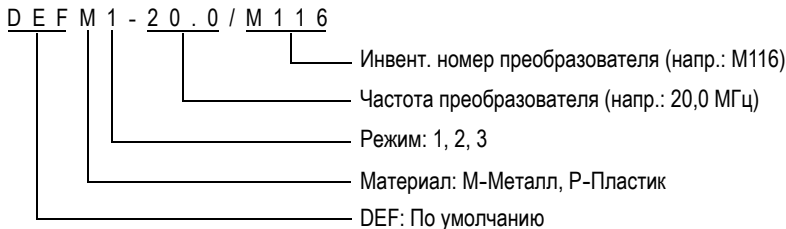

Рис. 5-3 Выбор настройки для одноэлементного преобразователя
- c) В окне **ПО УМОЛЧ.** для используемого типа преобразователя (см. Рис. 5-3 на стр. 71) в списке доступных настроек по умолчанию выберите настройку для используемого преобразователя.